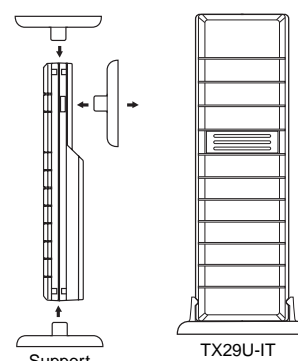

Figure 2
2. Le capteur de température distant TX29D-IT (Figure 2)